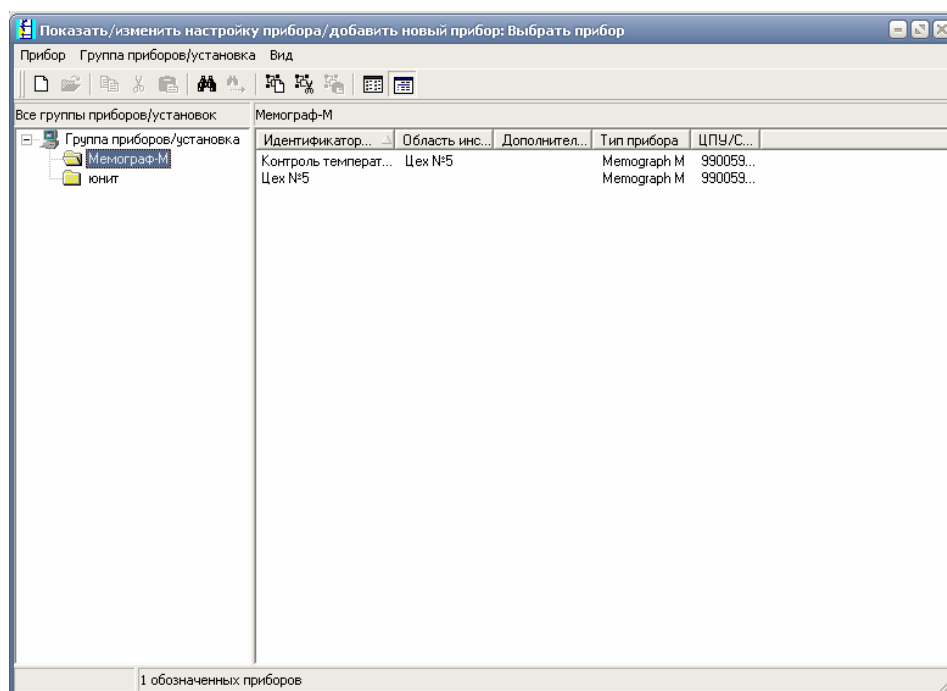

Рис. 6
1.6. Нажать на ПК клавишу F2, после чего появится следующее окно (рисунок 6):